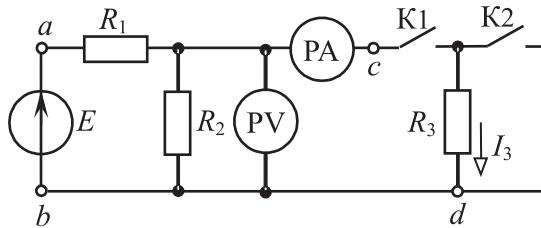

Рис. 1.6
**Задача 1.9.** В цепи (рис. 1.6) с помощью ключей K1 и K2 изменяется режим резистора сопротивлением  $R_3$ . При разомкнутых ключах K1, K2 вольтметр показывает напряжение холостого хода  $U_x$  на зажимах cd. При замкнутых ключах амперметр показывает ток короткого замыкания  $I_k$ . Доказать, что при замкнутом ключе K1 и разомкнутом ключе K2 (рабочий режим) ток